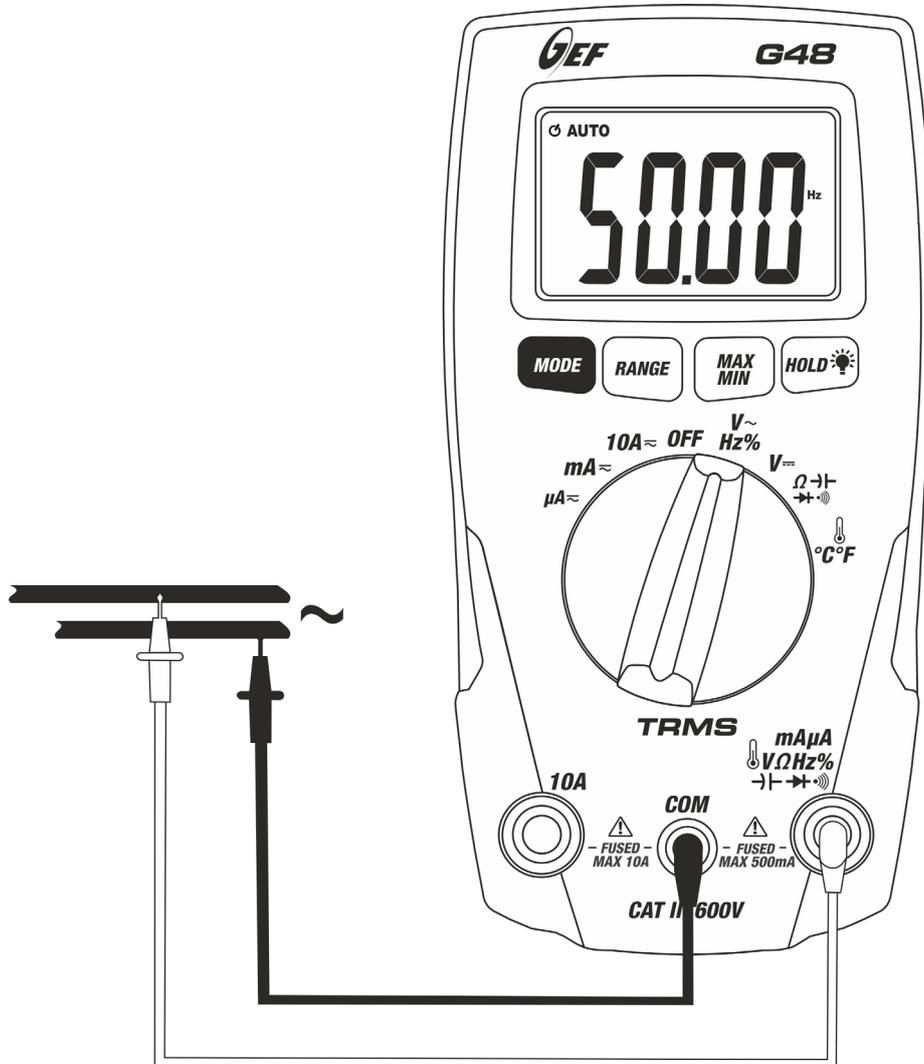

Fig. 4: Uso del instrumento en medida de Frecuencia y Ciclo de Trabajo
4. Inserte las dos puntas de prueba en el punto deseado del circuito (ver Fig. 4), luego el instrumento muestra el resultado de la medida de frecuencia